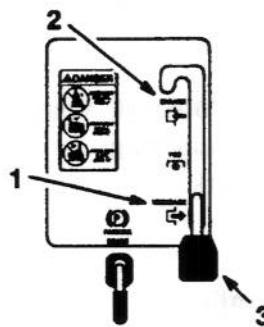

Bild 9
3. Die Mähwerkbedienung (ZWA) auf "AUS-GESCHALTET" stellen (Bild 9).
4. Den Gashebel auf "CHOKE" stellen (Bild 9).